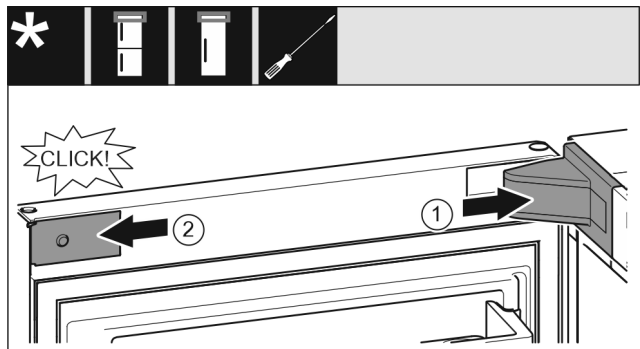

Fig. 64
- ▶ Helyezze fel és pattintsa be a csapágybak fedelét Fig. 64 (1), szükség esetén óvatosan nyomja szét.
- ▶ Helyezze fel oldalra a takarólemezt Fig. 64 (2), és pattintsa be.